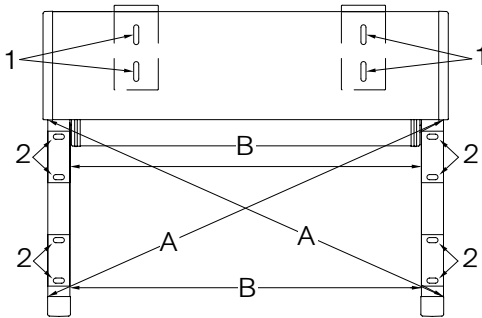

Abb. 26: Ausrichten der Markise
- » Messen Sie die Diagonale (A–Abb. 26 und die Breite (B–Abb. 26) nach. Die beiden Maße A müssen gleich sein, ebenso die beiden Maße B.